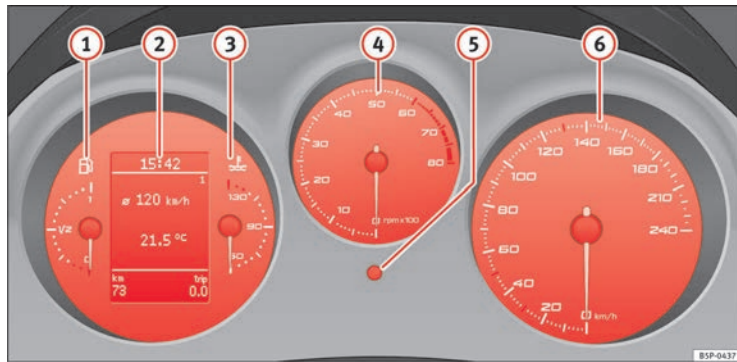

Abb. 33 Ausschnitt aus der Instrumententafel: Kombiinstrument
Der Beginn des roten Bereichs ⇒ Seite 57, Abb. 33  weist auf die maximale Motordrehzahl bei Betriebstemperatur hin. Vor Erreichen dieses Bereiches sollte in den nächsthöheren Gang geschaltet oder die Wählhebelstellung D gewählt oder der Fuß vom Gaspedal genommen werden.
- Zur Einstellung der Stundenzahl den Einstellknopf ⇒ Seite 57, Abb. 33  bis zum ersten „Klick“ nach rechts drehen. Die Stundenzahl blinkt auf. Zur Einstellung der Stundenzahl den Knopf drücken.
Das rechte Zählwerk registriert die Kurzstrecken. Die letzte Stelle steht für Strecken von 100 m. Der Kurzstreckenzähler kann auf Null gestellt werden, indem Sie den Rückstellknopf → Seite 57, Abb. 33 ⑥ ein paar Sekunden lang gedrückt halten.